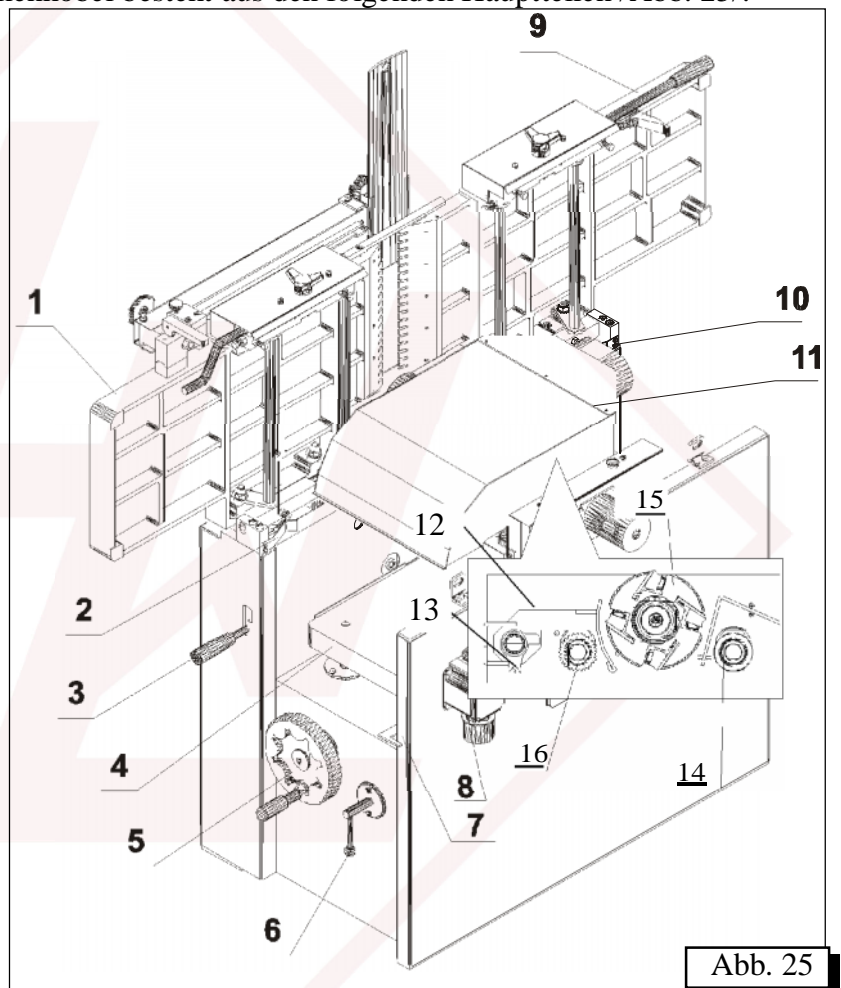

Abb. 25
Der Dickenhobel besteht aus den folgenden Hauptteilen /Abb. 25/:
Umrichten der Maschine auf Arbeit am Dickenhobel /Abb. 25/
- Schließen Sie die Eingangstischplatte 9 auf (den Handgriff 8 von Abb. 9 drehen und ausziehen) und machen Sie sie auf /Abb. 25/.